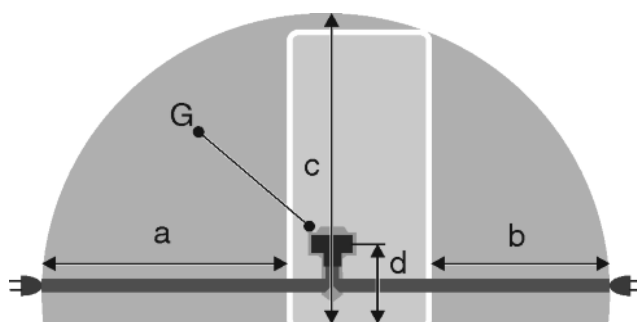

Fig. 41
- Utičnica se nalazi izvan područja bočne strane uređaja u navedenom području *Fig. 41 (a, b, c)*.
- ▶ Utikač uređaja *Fig. 41 (G)* utaknite na stražnju stranu uređaja. Pripazite da ispravno uskoči.